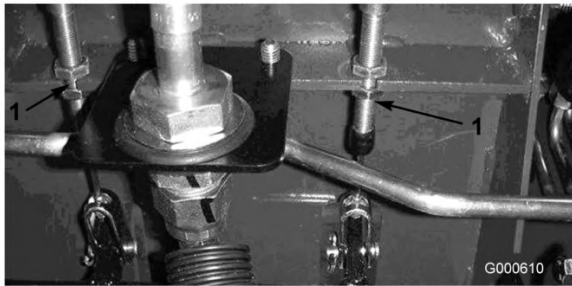

図 54
- A. ブレーキ・ケーブル（図 54）の端にある前ナットをゆるめる。